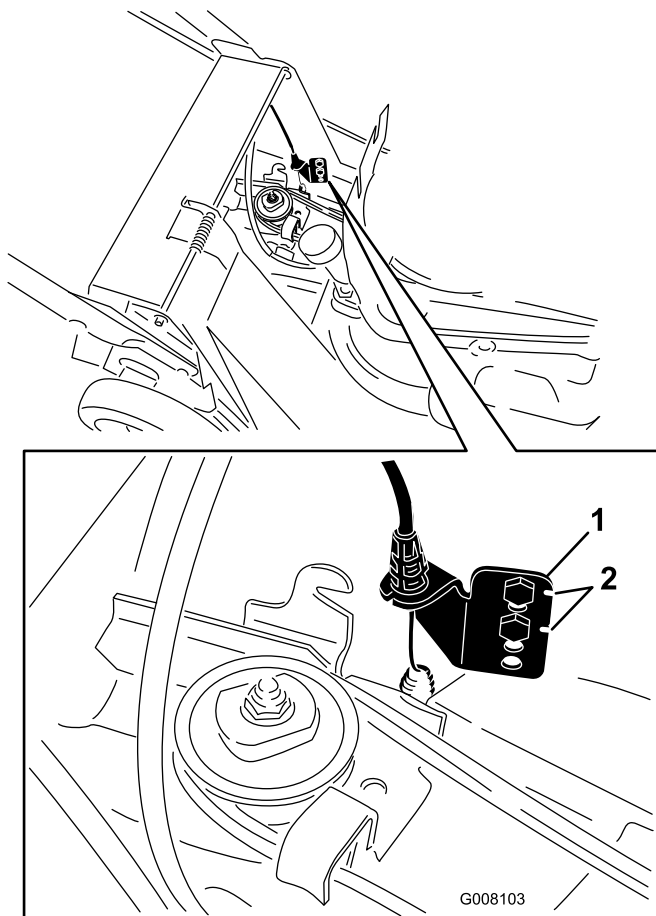

Figure 30
7. Enlevez les vis de la patte d'ancrage inférieure (Figure 30).
8. Remontez la patte d'ancrage inférieure d'un trou (Figure 30).
Remarque: Lorsque vous remplacez la courroie, remplacez la patte d'ancrage inférieure à sa position d'origine (usine), indiquée par les crans situés près des trous de la patte (Figure 30).
Remarque: Le couvercle de courroie inférieur est retiré sur la Figure 30 pour plus de clarté. Il n'est pas nécessaire de retirer le couvercle de courroie inférieur pour effectuer cette procédure.